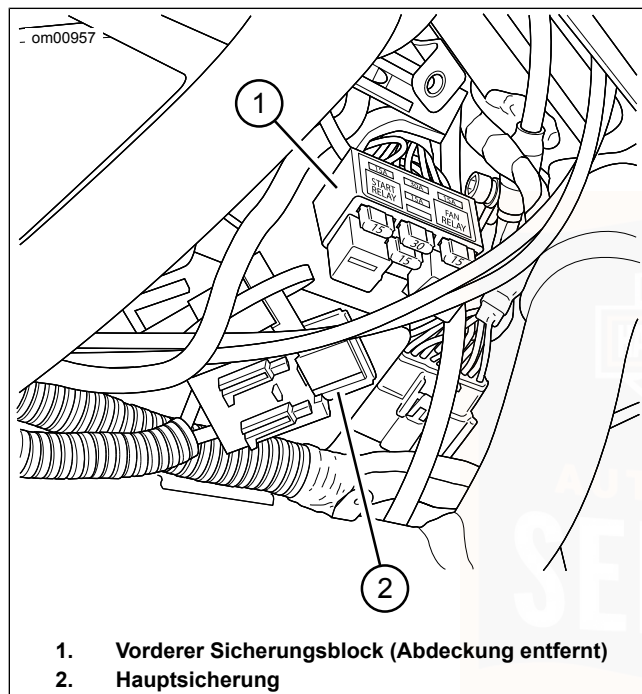

Abbildung 57. Vorderer Sicherungsblock und Hauptsicherung
3. Siehe Abbildung 57. Der vordere Sicherungsblock ist auf der rechten Oberseite des Batterieträgers angebracht. Die Zungen an den Seiten der Sicherungsblockabdeckung herausziehen. Die Abdeckung entfernen.